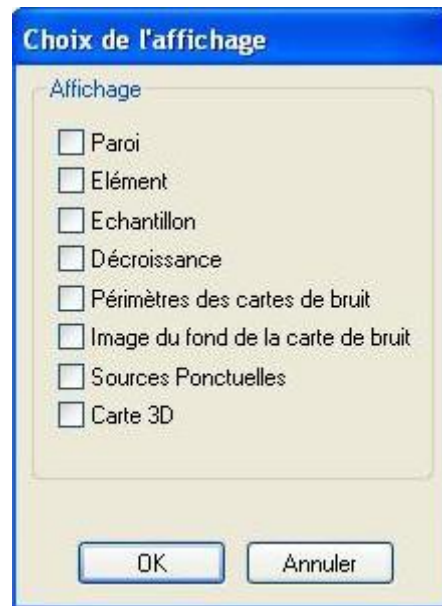

figure 52:
- Le sous menu « **Affichage** » ouvre la fenêtre (figure 52) :